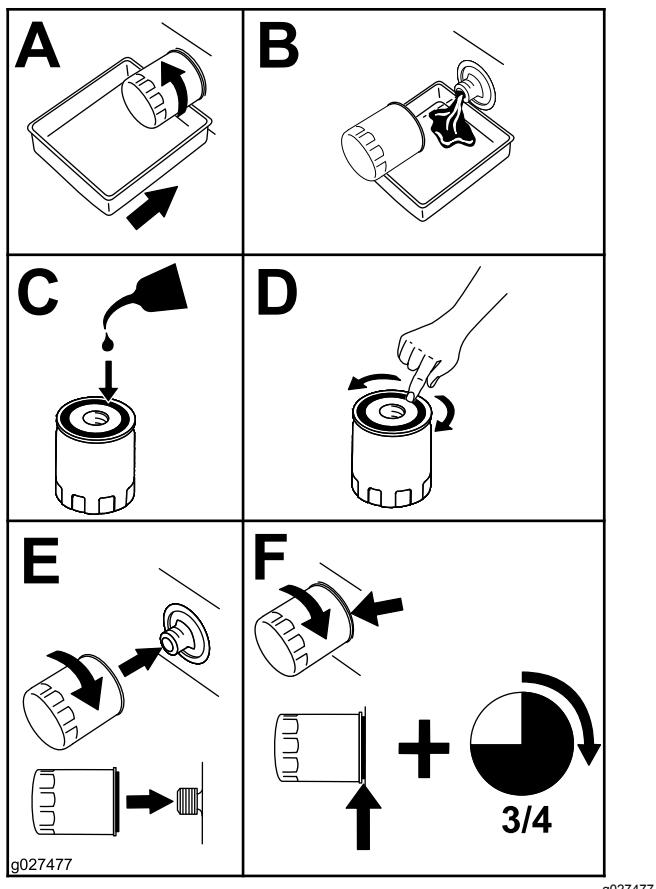

Figure 48
5. Remplacez le filtre à huile moteur (Figure 48).